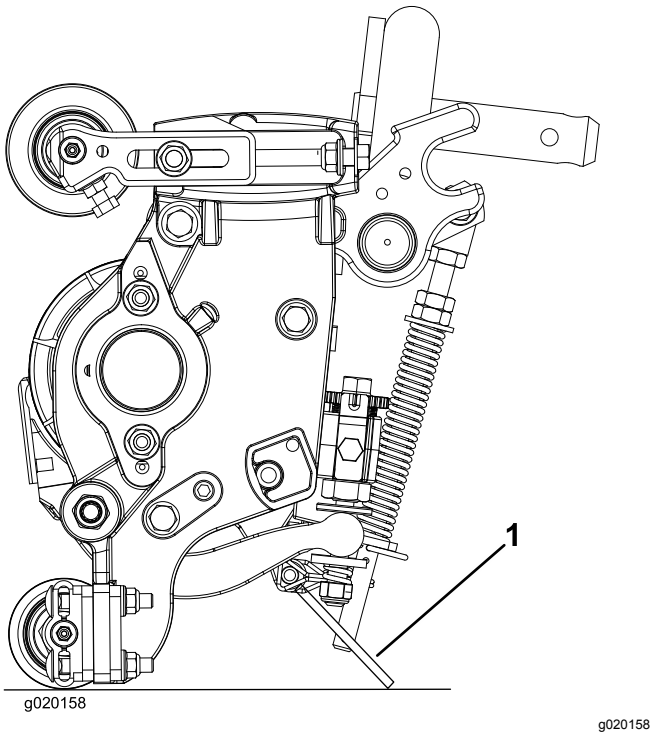

**Bild 8**
1. Stellen Sie die Schneideinheit auf eine flache und ebene Fläche. Drehen Sie die Einstellschrauben des Untermesserträgers nach links, um sicherzustellen, dass der Untermesserträger nicht die Spindel berührt (Bild 8).